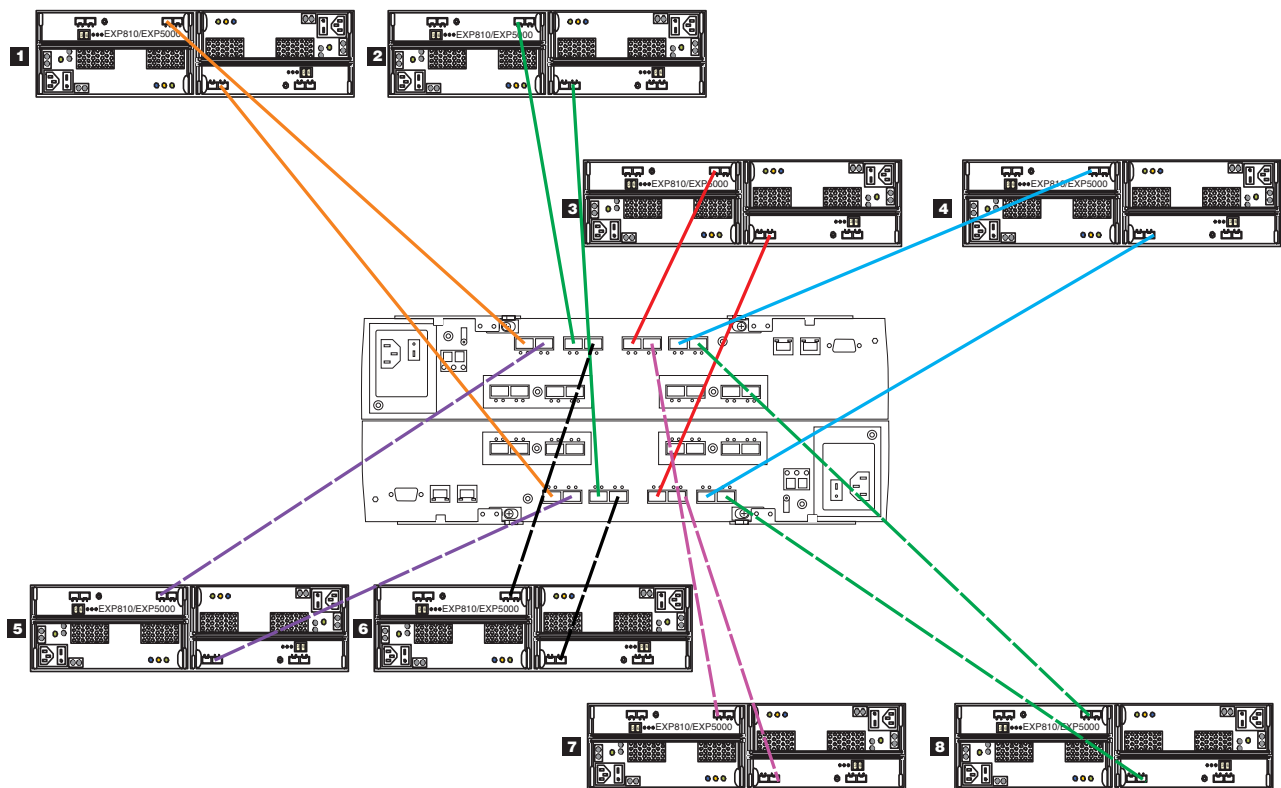

図 11. ストレージ・エンクロージャの接続時にすべてのドライブ・チャンネル・ポートを使用
- ストレージ・エンクロージャーをドライブ・ミニ・ハブに接続するときに、DS4400 または DS4500 ストレージ・サブシステム内の各ドライブ・ミニ・ハブ内のポート全部を使用してはなりません。ファイバー・チャンネル・ケーブルをドライブ・ミニ・ハブの一方のポートのみに接続し、他方のポートは未使用の状態にしておきます。ただし、ストレージ・エンクロージャーをドライブ・チャンネル・ポート (DS4200、DS4700、DS4800、DS5020、DS5100、および DS5300 ストレージ・サブシステムなどにあります) に接続するときは、各ドライブ・チャンネル内のポート全部を使用してください。60 ページの図 11 は、8 台のストレージ・エンクロージャーを DS5000 ストレージ・サブシステムに接続しています。8 台のエンクロージャーは、ドライブ・チャンネル・ポートの 1 つのサブセットにストレージ・エンクロージャーをスタッキングするのではなく、DS5000 ストレージ・サブシステムのドライブ・チャンネル・ポートをすべて使用して接続されます。